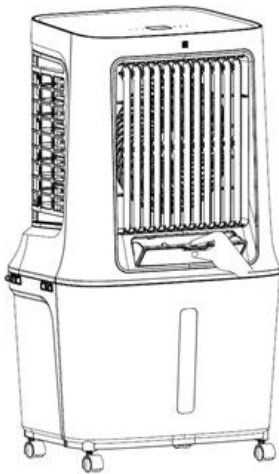

Fig.1
1. Abra la compuerta de entrada y vierta agua lentamente (Fig. 1 y 2).